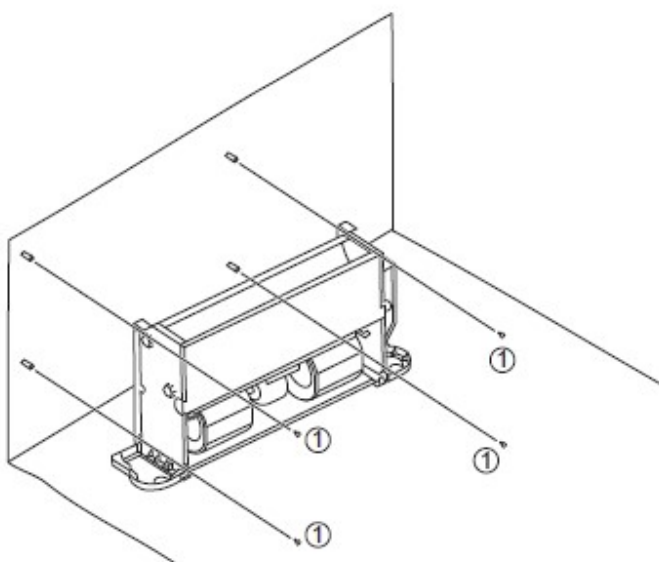

Figura 5-2 Schema pentru fixarea corpului unitatii
In conformitate cu Figura 5-2, strangeti suruburile (1) intr-o structura de zidarie adecvata.